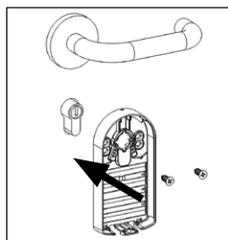
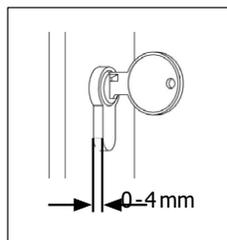

Fig. 1
Fig. 2
1. Deslize a concha traseira sobre o cilindro, no interior da porta, a conduzir o cilindro para a abertura da concha traseira e pressionar completamente a concha traseira contra a porta (fig. 1). O cilindro não deve sobressair muito (fig. 2), para que a concha traseira possa ser pressionada ou aparafusada sem deixar folgas e sem dobrar.
2. Aperte a tampa traseira com os parafusos incluídos no conjunto. (fig. 1).